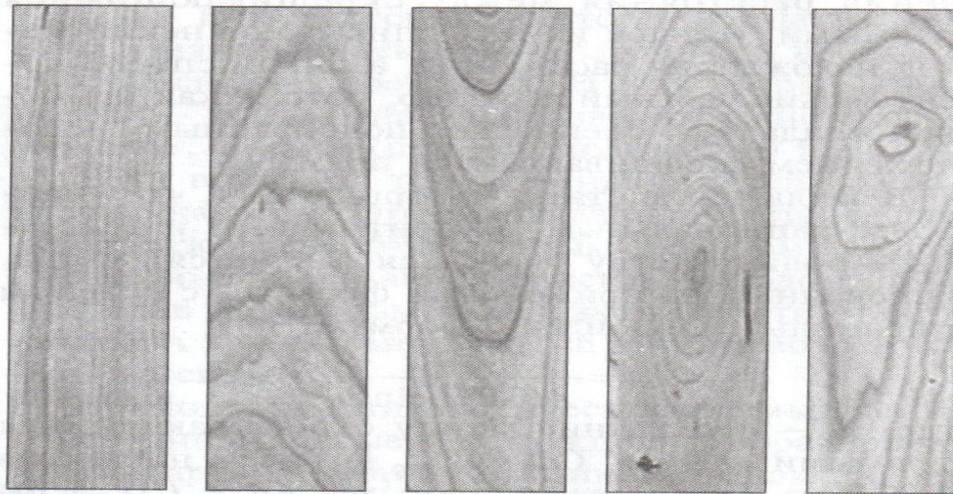

Рис. 5
- Эти и другие симпатичные древесные узоры (рис.5) можно обнаружить на паркетах, стенных панелях, дверях, мебели, разделочных досках, рамках картин и т.д.